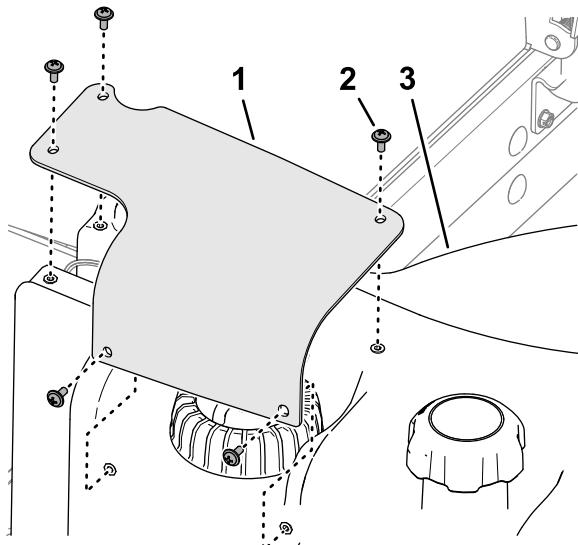

图 82
2. 拆下将燃油发送器盖固定到油箱的 5 个十字头螺丝然后拆下盖子图 82。